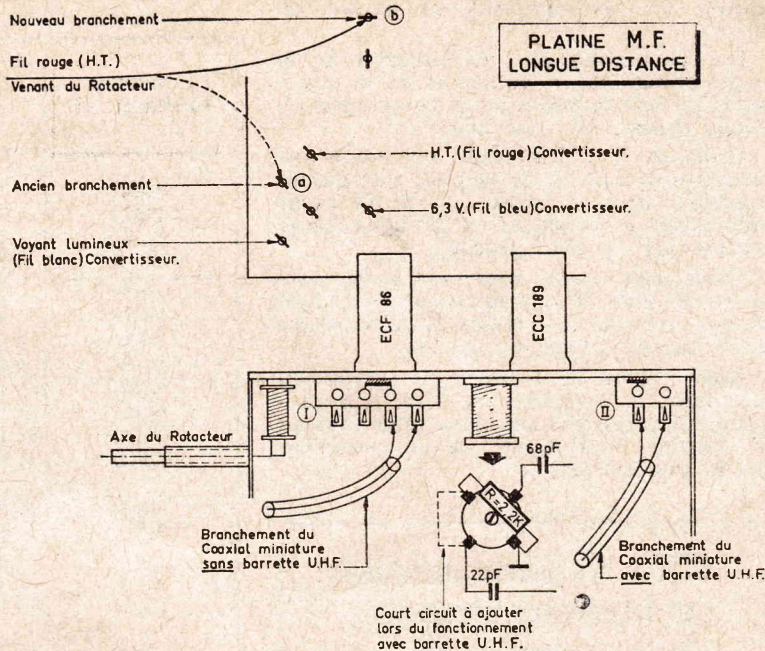

FIG. 17.
b) Montage dans le cas d'un rotacteur « AVEC » cosse-relais (voir fig. 17).